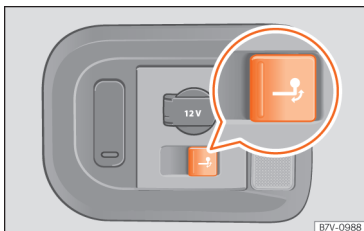

Abb. 280 Im Gepäckraum rechts: Taste zur Entriegelung der Anhängerkupplung.
- Ziehen Sie kurz an der Taste »» **Abb. 280**. Die Anhängerkupplung wird automatisch entriegelt und dreht selbsttätig heraus. Die Kontrollleuchte der Taste blinkt.
- Ziehen Sie kurz an der Taste »» **Abb. 280**. Die Anhängerkupplung wird elektrisch entriegelt.
- Wenn die Kontrollleuchte der Taste »» **Abb. 280** → *blinkt*, ist die Anhängerkupplung noch nicht vollständig eingerastet oder beschädigt »» ⚠.
- Wenn die Kontrollleuchte bei geöffneter Heckklappe »» **Abb. 280** → *dauerhaft leuchtet*, ist die Anhängerkupplung vollständig eingerastet, sowohl in eingezogener als auch in herausgeschwenkter Stellung.
- Drücken Sie keinesfalls die Taste »» Abb. 280, wenn ein Anhänger oder ein Gepäckträger oder anderes Zubehör auf der Anhängerkupplung eingehängt ist.